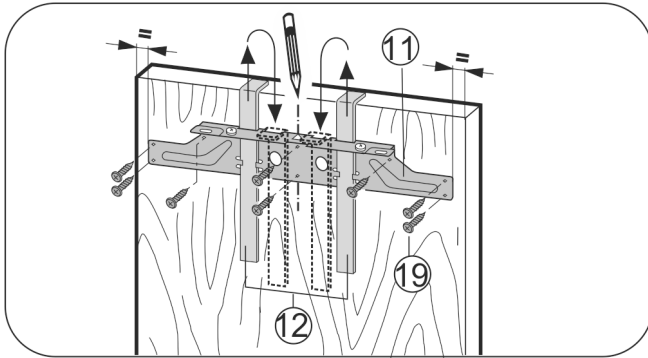

Fig. 26
- ▶ Befestigungstraverse Fig. 26 (11) mit den Montagehilfen Fig. 26 (12) auf die Innenseite der Möbeltür hängen.
- ▶ Befestigungstraverse Fig. 26 (11) mittig auf der Tür ausrichten.
- ▶ Die Befestigungstraverse Fig. 26 (11) mit mindestens 6 Schrauben Fig. 26 (19) festschrauben.
- ▶ Befestigungstraverse Fig. 26 (11) mit 4 Schrauben Fig. 26 (19) am Rand festschrauben.
- ▶ Montagehilfen Fig. 26 (12) nach oben herausziehen und in die danebenliegenden Aufnahmeöffnungen gedreht einschieben.